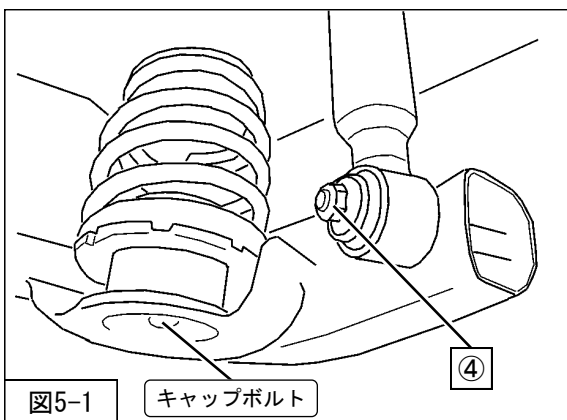

図5-1
- 2. アクスルビームをジャッキで下から支えながら、リアショックアブソーバASSY（同梱品）リアコイルスプリングインシュレーター（純正部品）リアスプリング（同梱品）ライドハイトアジャスターASSY（同梱品）を車両に取付け、④リアショックアブソーバASSYロア取付ボルト・ナット（締付トルク：82N・m）を取付けてください。（図5-1）